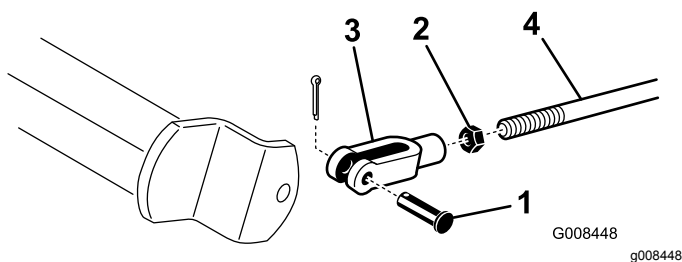

Figura 46
- A. Desconecte las varillas de los frenos retirando el pasador y la chaveta (Figura 46).
- B. Afloje la contratuerca y ajuste la horquilla (Figura 46).
- C. Monte la horquilla en el eje del freno (Figura 46).